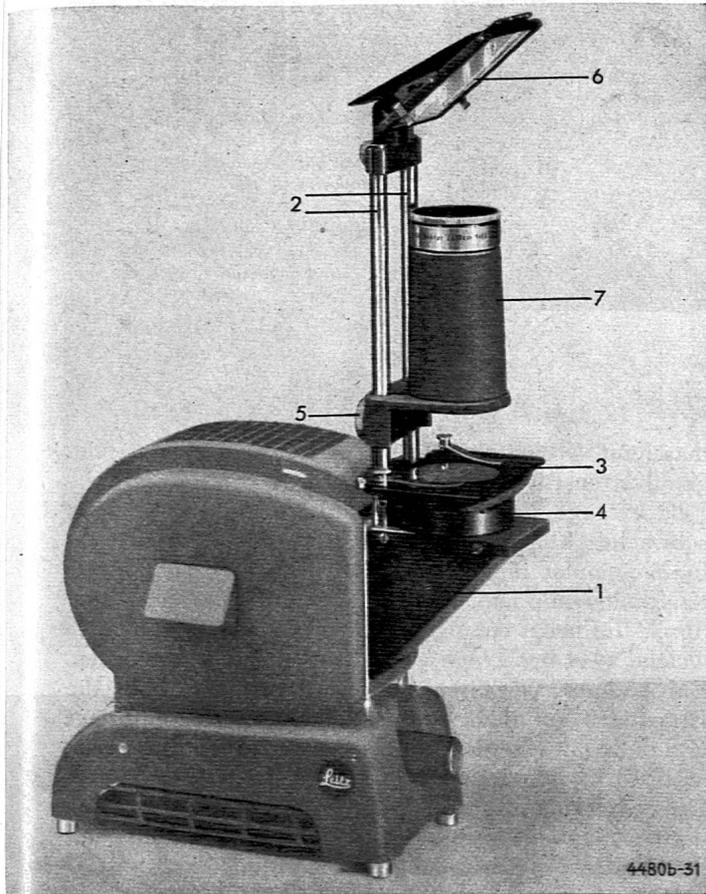

Abb. 16 Vertikal-Projektionsansatz am Prado
Der in Abb. 16 dargestellte vertikale Projektionsansatz besteht aus einem Spiegelgehäuse (1), mit dem das aus dem Lampengehäuse kommende Licht um  $90^\circ$  nach oben umgelenkt wird. An dem Spiegelgehäuse ist das Stangenteil (2) befestigt, auf das sich der Objektisch (3) mit darunter befindlicher auswechselbarer Kondensorlinse (4), der Objektivhalter (5) und ein aussen belegter, kippbarer Umlenkspiegel (6) aufschieben lassen. In den Objektivhalter (5) können die üblichen Projektionsobjektive (Brennweite 50—120 mm) mit ihren Führungsstützen (7) eingeschraubt werden. Die mit zwei aufsteckbaren Präparatklammern versehene Platte des Objektisches besitzt in ihrer Mitte eine eingelassene Glasscheibe von 48 mm Durchmesser; die ganze Platte lässt sich von ihrem Träger nach vorne herunterschieben. Damit bietet sich die Möglichkeit, unter Verwendung mehrerer solcher Tischplatten auf diesen die zu projizierenden Vorrichtungen fest aufzumontieren und bei Bedarf auf den Tischträger nur aufzuschieben. Diese Projektionseinrichtung mit dem horizontal angeordneten Objektisch ist vor allem für die Uebersichtsprojektion von flüssigen oder zerlaufenden Objekten sowie von solchen Erscheinungen geeignet, die sich nur in einer horizontalen Ebene vorführen lassen. Im folgenden seien einige typische Beispiele hierfür herausgegriffen und näher beschrieben.